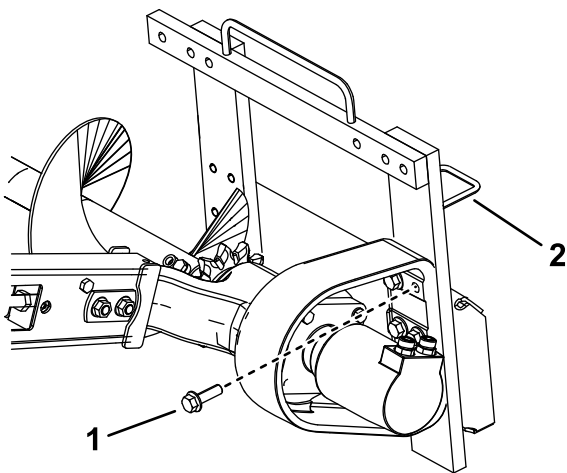

Figura 8
3. Remova os 6 parafusos que fixam a cabeça do abre-valas à estrutura (Figura 8).
11. Mova os tubos do guia de tubos na parte superior do abre-valas para o guia de tubos no lado esquerdo (Figura 8).